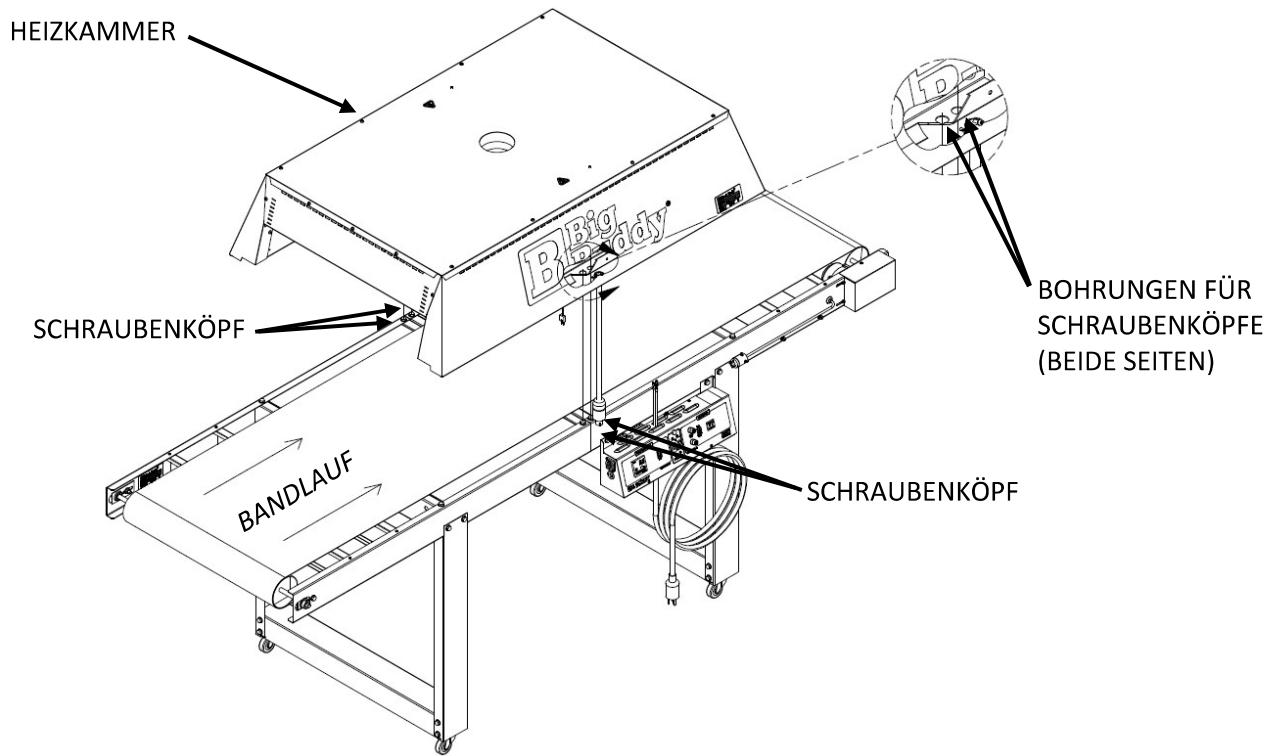

Abbildung 7
1. Setzen Sie die **HEIZKAMMER** mit zwei Personen auf den **FÖRDERER** (siehe Abbildung 7). Das **HEIZKAMMERKABEL** muss sich auf der gleichen Seite des **FÖRDERERS** befinden wie die **BEDIENKONSOLE**.
2. Die **HEIZKAMMER** hat **BOHRUNGEN** an den Unterseitenschienen, die über die **SCHRAUBENKÖPFE** passen (siehe vergrößerte Ansicht, Abbildung 7). Die **KAMMER** sollte flach auf dem **FÖRDERER** aufliegen.